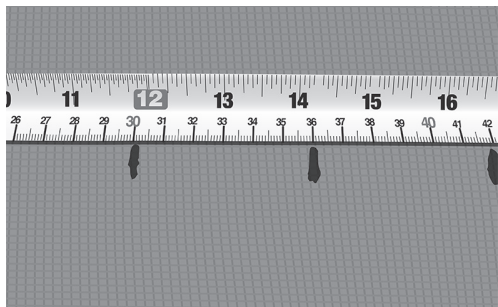

Fig. 5. Marker senteravstanden (c-c) på gulvet
- 8. Marker den beregnede senteravstanden (c-c) på gulvoverflaten (Fig. 5).